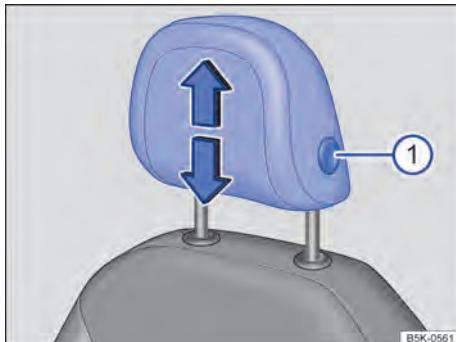

Fig. 43 Ajustar o apoio para cabeça dianteiro.
- Empurrar o apoio para cabeça para cima ou para baixo na direção da seta com o botão ⇒ Fig. 43 ① pressionado ⇒ .